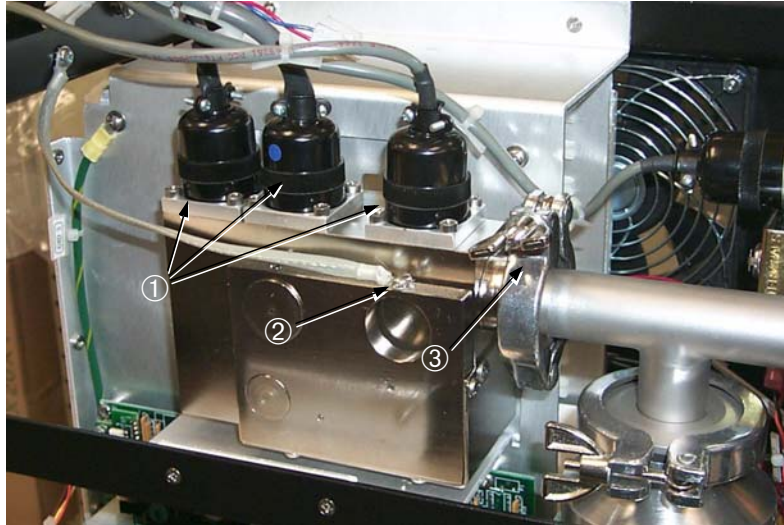

Abbildung 4-2 Spektrometerrohr-Baugruppe in Vorderansicht
2. Klappen Sie die Oberkante des Bedienfelds nach vorn ②, um an die Spektrometerrohr-Baugruppe zu gelangen. Achten Sie darauf, dass der Kabelstrang zwischen Leiterplatte und Display nicht belastet wird.
3. Das Spektrometerrohr befindet sich in der Mitte des 979 direkt hinter dem vorderen Bedienfeld (Abbildung 4-2).
Auf der Rohrbaugruppe befinden sich drei Anschlüsse, die in Abbildung 4-2 durch ① gekennzeichnet sind. ② kennzeichnet das Erdungskabel. Befestigt ist das Spektrometerrohr mit einer Schnelltrennschelle KF-25 (ISO NW-25) ③ und einer unter dem Rohr befindlichen Flügelmutter (in dieser Ansicht nicht dargestellt).